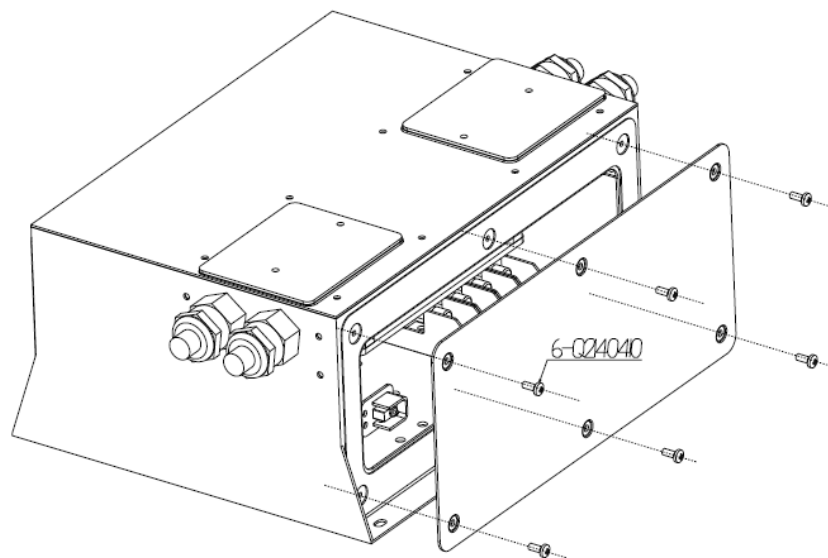
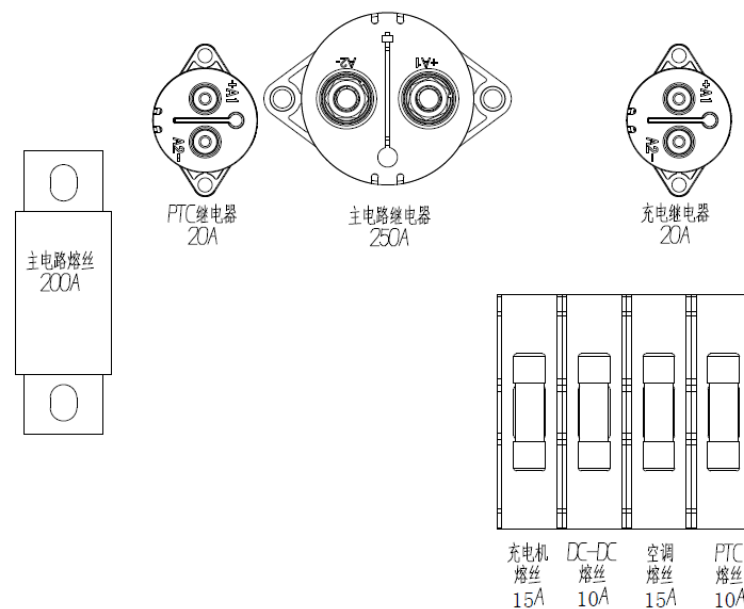

图8-7 维修步骤3
图8-8 高压盒内部电器布置简图
3、按图8-7所示，用十字螺丝刀旋出6-Q2140410，打开高压盒左侧维修盖，维修盖内侧有如图8-8所示高压盒内部电器布置简图。
4、使用工具按图8-8所示进行保险和接触器的更换，如依然无法消除故障，请及时将高压配电盒总成返修。